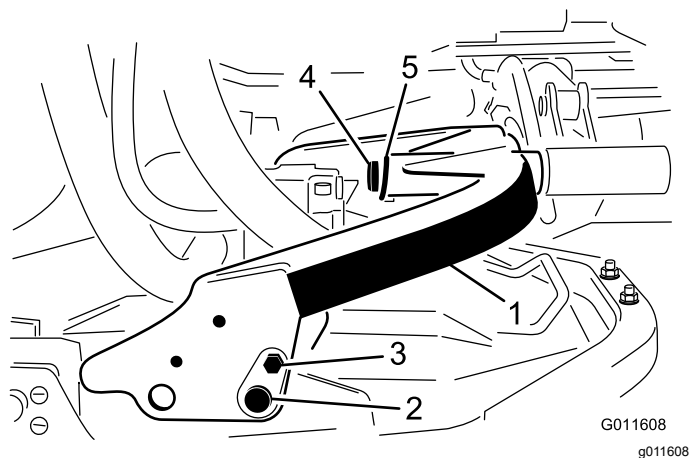

図 2
1. キャリアフレームを倒し、フラグ・ピン、ボルト、ナットを使ってデッキのブラケットに固定する。図 2 のようにセットする。
注 後方のカuttingユニットは、キャリアフレームを前向きに立てる図 2。前方のカuttingユニットは、キャリアフレームを後向きに立てる。